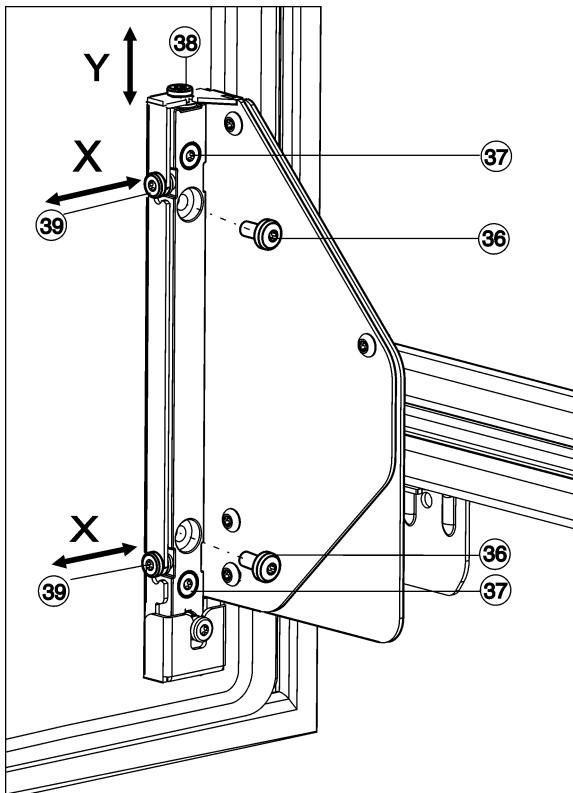

Fig. 27
- ▶ Извадете изцяло винтовете Fig. 27 (36).
- ▶ Извърлете винтовете Fig. 27 (36), те вече няма да са необходими.
- ▶ Само развойте винтовете Fig. 27 (37) с 1 до 2 оборота.
- ▶ Завъртете регулиращия винт (38). В посока на часовниковата стрелка: вратата се премества макс. 4 mm нагоре. В посока, обратна на часовниковата стрелка: вратата се премества макс. 2 mm надолу.
- ▶ Затегнете отново всички винтове Fig. 27 (37).
- ▶ Ако все още има винтове Fig. 27 (36), извадете ги изцяло.
- ▶ Регулирайте фиксиращите винтове Fig. 27 (39) в зависимост от желаната странична посока на регулирането.
- ▶ След завършената странична регулировка затегнете отново винтовете Fig. 27 (37).